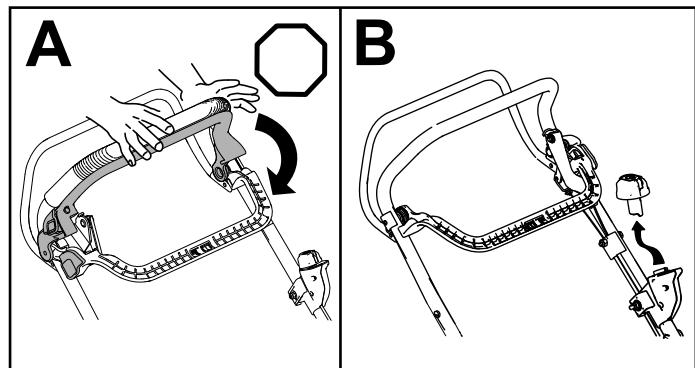

Bild 18
1. Lassen Sie den Schaltbügel los (A in Bild 18).
2. Entfernen Sie den Elektrostarttaster aus dem Elektrostarschalter (B in Bild 18).